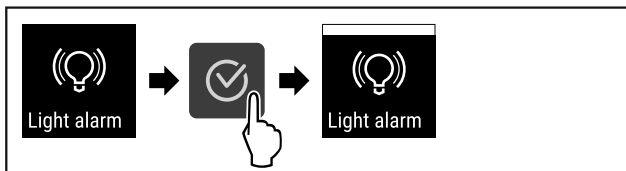

Fig. 119
- ▶ Εκτελέστε τα βήματα ενεργειών (βλέπε Fig. 119) .